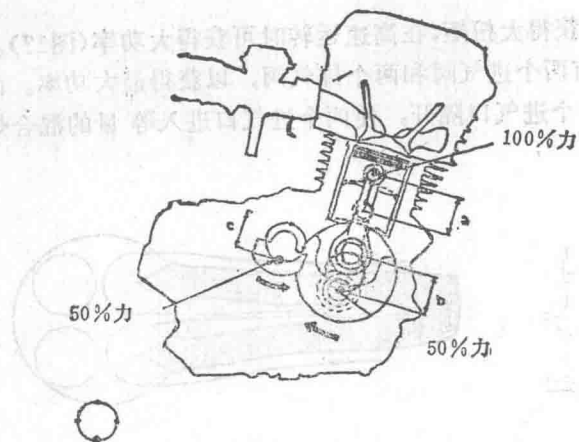

图 13
② 发动机内没有平衡装置，其作用是使爆发时产生的振动与曲轴曲柄的运动方向相反，将能量相互抵消。近来，为实现小型化，多采用与曲柄同质量的一轴式(图13)。